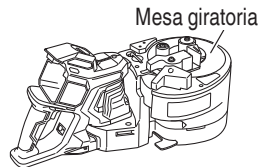

Fig. 40
(3) Coloque la herramienta de manera que la mesa giratoria esté orientada hacia arriba (Fig. 40).